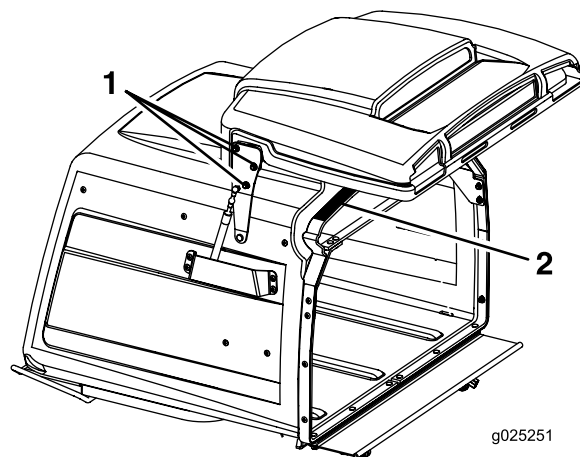

Figura 69
3. Slăbiți cele 6 piulițe ale balamalei trapei (Figura 69).
4. Deschidei trapa i plasai o bandă de cauciuc de 9,5 mm sau un furtun cu diametrul de 9,5 mm între buncărul de alimentare i trapa buncărului (Figura 69).